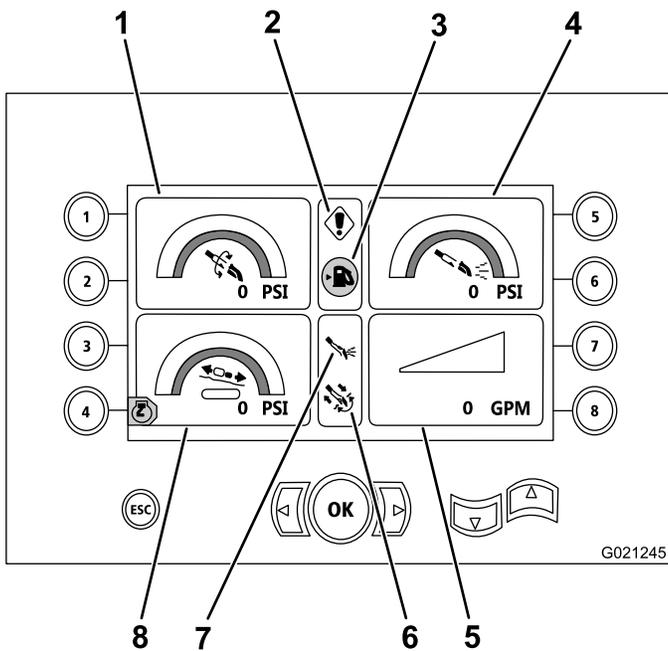

Bild 16
Dieser Bildschirm zeigt den Drehdruck, den Bohrfüssigkeitsdruck und den Wagendruck in psi sowie die Durchflussrate der Bohrfüssigkeit in gpm an (Bild 16).
- Bohr- bzw. Motorfehlercode (Bild 16)
- Kraftstoffwarnleuchte (Bild 16)
- Bohrfüssigkeit ist in der Ein-Stellung (Bild 16)
- Automatisches Bohren ist in der Ein-Stellung (Bild 16)